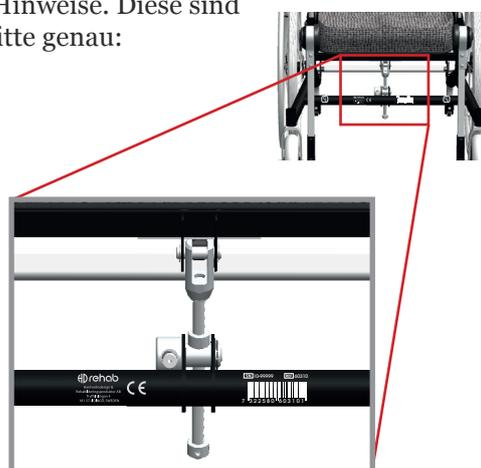

Abb. 1. Kennzeichnung zur Identifizierung des Rollstuhls.
Auf der vorderen Querstrebe des Radrahmens sind der verantwortliche Hersteller, Baujahr, Seriennummer (SN), Artikelnummer (REF) als Text und als Strichcode angegeben, siehe Abb. 1.